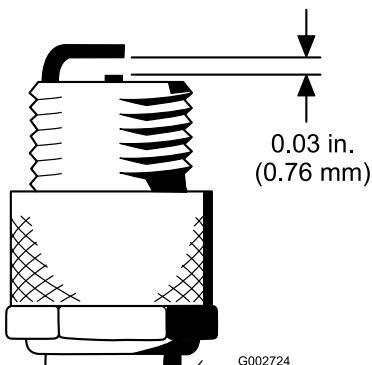

Figura 37
- Ajuste el hueco entre los electrodos central y lateral a 0,76 mm (Figura 37).